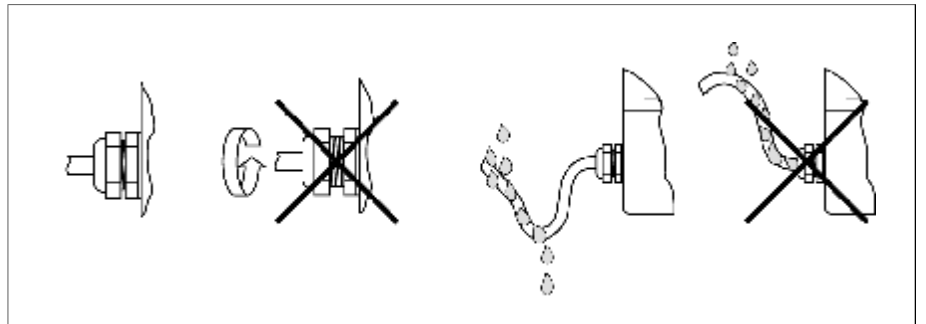

图13: 安装说明, 电缆进口
- 电缆压盖必须拧紧 (图13)。
- 电缆入品前段电缆须保持疏松(“落水弯”图13), 以防止水滴进入电缆入口, 安装仪表时应注意电缆入口不能向上。